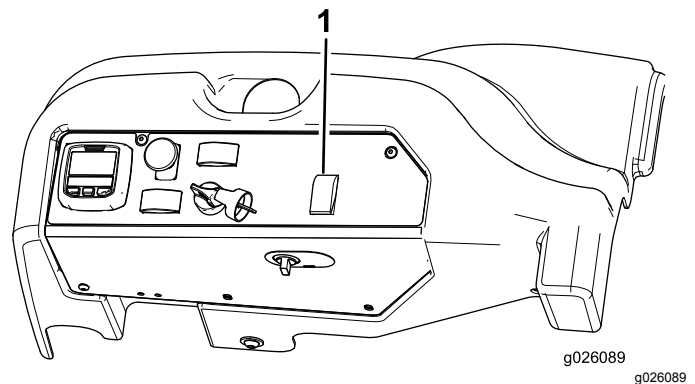

図 81
1. 切り換えスイッチの後側を押して 4 輪操舵にセットする 図 81。